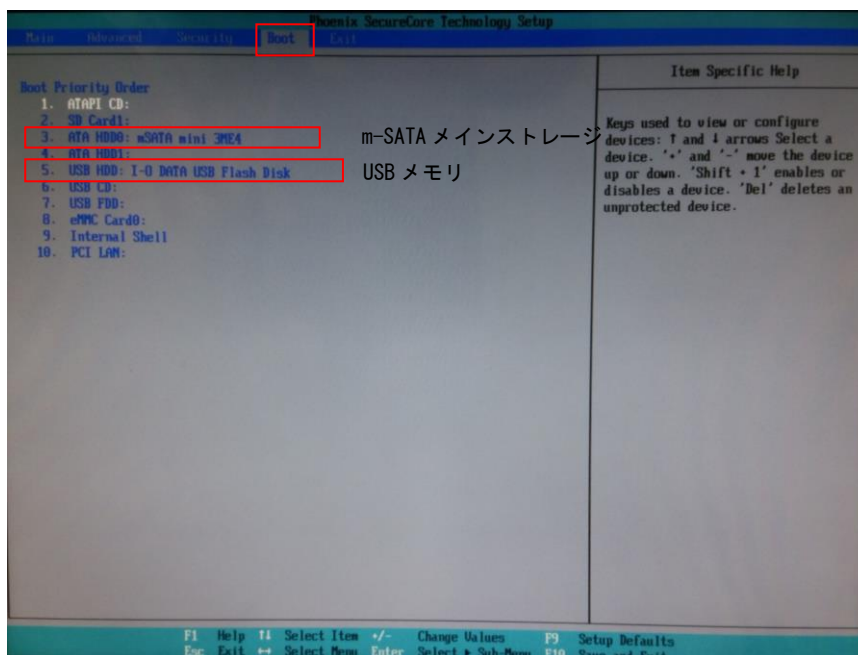

図 5-1-4-1. Boot デバイスの再設定
- ① 電源を入れ、BIOS 起動画面が表示されたところで [F2] キーを押し、BIOS 設定画面を表示させます。
- ② BIOS 設定画面が表示されたら、[Boot] メニューを選択します。(図 5-1-4-1)
- ③ [ATA HDD0] (m-SATA メインストレージ) を [USB HDD] (接続した USB メモリ) よりも上に設定します。